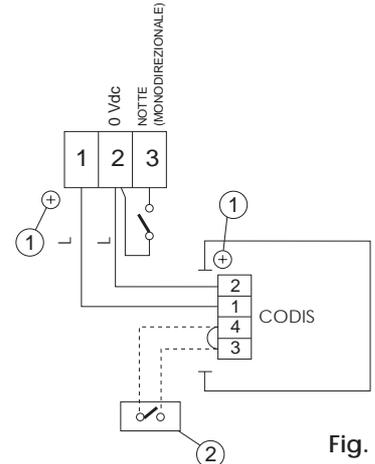

Fig. 14
- Collegamento dell'unità di programmazione CODIS (opzionale) come da fig.14.
mm² schermato (comunicazione "bus"). La schermatura deve essere fissata sotto le apposite viti (fig.14-rif.1).
Per inibire il funzionamento del CODIS interrompere il ponte tra i morsetti 3 e 4 applicando un interruttore (fig.14-rif.2).
L'attivazione dell'ingresso 3 (fig.14) permette di selezionare la funzione operativa NOTTE oppure MONODIREZIONALE in ordine prioritario rispetto alla funzione selezionata sul CODIS. Per scegliere la funzione prioritaria programmare opportunamente il CODIS al III° livello (funz. n°2 - vedi par. 8.3). L'ingresso può essere attivato tramite un timer.
Nel caso di utilizzo stabile del CODIS è necessario attivare la funzione n°7 al III° livello di programmazione (vedi paragrafo 8.3). Per il collegamento elettrico del CODIS fare riferimento alla fig.14.
- interrompendo il ponte tra i morsetti 3 e 4 tramite un interruttore (fig.14)